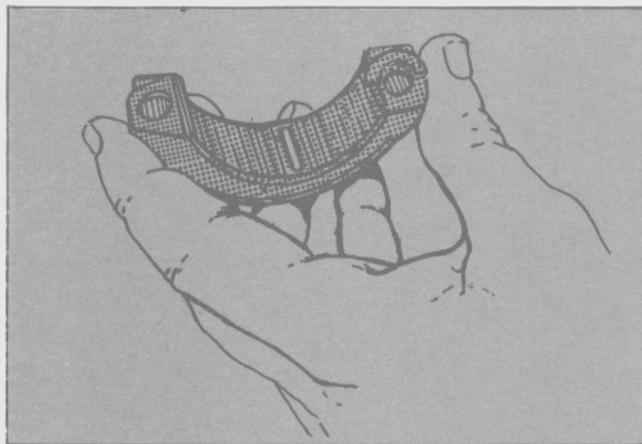

Fig. 61 - Ubicación de la lámina deformable (Plastigage).
- b) Colocar una porción de Plastigage, de la gama correspondiente al juego radial de estos motores, 3 mm más corta que el ancho del cojinete, en la posición que se indica y fuera de la zona de los orificios de lubricación. (Fig 61).